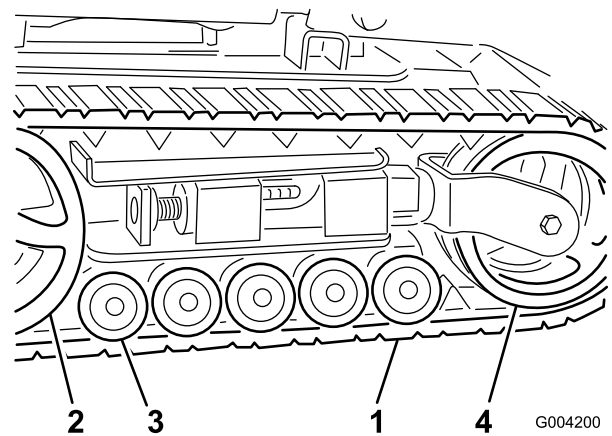

Figura 60
**Importante:** Asegúrese de limpiar completamente las ruedas de rodaje, la rueda tensora y la rueda motriz (Figura 60). Las ruedas de rodaje deben rodar libremente cuando están limpias.